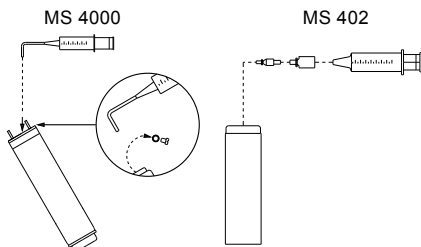

Fig. 3 Posição do motor durante o enchimento - MS 4000 e MS 402
1. Posicione o motor submersível conforme indicado na fig. 3. O parafuso de enchimento deverá estar no ponto mais alto do motor.
3. Injecte líquido no motor com a seringa de enchimento (fig. 3) até que o líquido saia pelo orifício de enchimento.